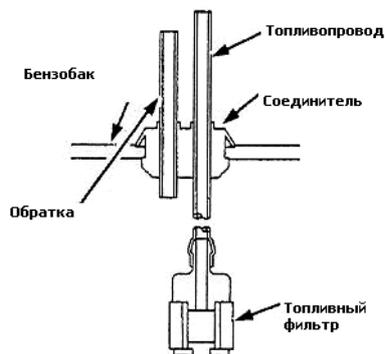

Рис.5
- фильтр в топливном баке забит (рис.5). Прокачайте топливо кнопкой подкачки.(см.п. 7.1) и проверьте поступление топлива по трубке подачи (рис.5). Если данная операция не помогает проверьте состояние всасывающего фильтра (рис 4.) (в соотв. с п.9.1.2)